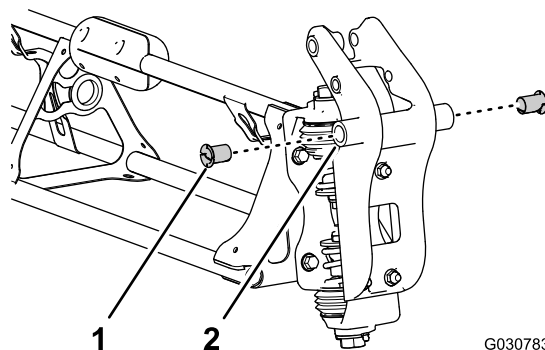

Рисунок 99
- Вставьте нейлоновые фланцевые втулки в отверстия диаметром 31,8 мм (1-1/4 дюйма) с каждой стороны крепления оси поворота (Рисунок 99).